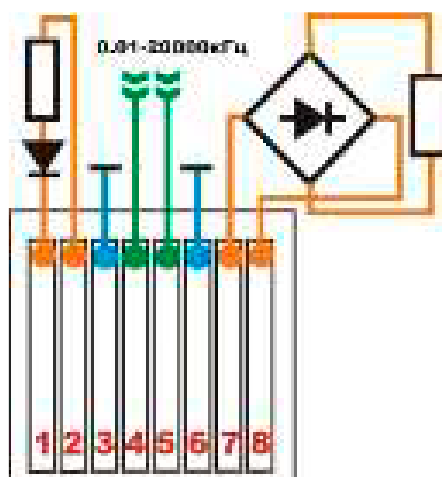

Рис.1. Имитация нелинейного перехода в проводных линиях
Для имитации нелинейных элементов на приборе ST122 необходимо к контактам «1-2» и «7-8» разъема «RJ-45» подключить нелинейные элементы, имитирующие нелинейность в проводной линии (Рис.1).
2. Проверка ST 131.S «ПИРАНЬЯ II» совместно с ST122 в режиме детектора нелинейных переходов. К контактам «1-2» и «7-8» разъема «RJ-45» подключить нелинейные элементы (диоды), имитирующие нелинейность в проводной линии как показано на рис.1. Далее провести проверку по п.1.